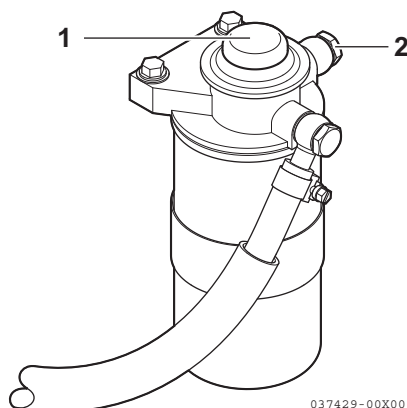

Figura 4
3. Allentare la vite di spurgo dell'aria (**Figura 4, (2)**) di due o tre giri.
4. Premere sulla pompa di innesco (**Figura 4, (1)**) per far uscire l'aria dalla vite di spurgo dell'aria.